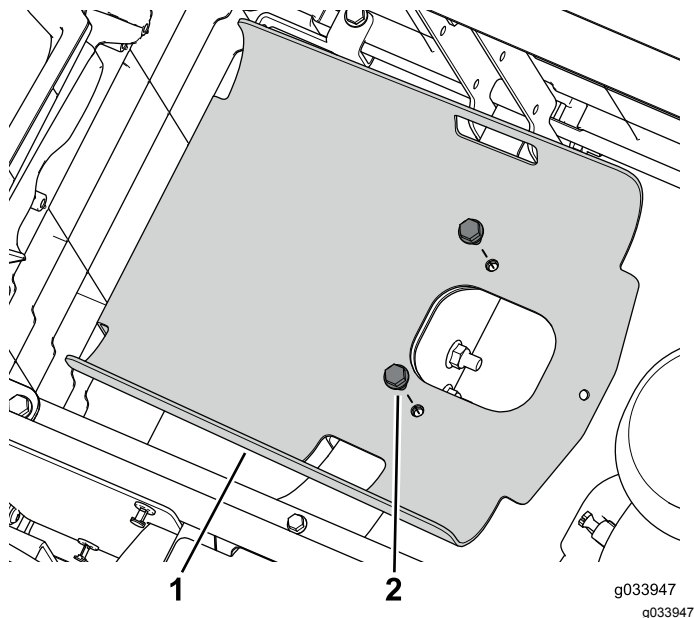

図 5
5. タンクトレイをフレームに固定しているフランジヘッドボルト2本を取り外す 図 5。
5. タンクトレイをフレームに固定する先ほど取り外したフランジヘッドボルト2本を使用する 図 5。